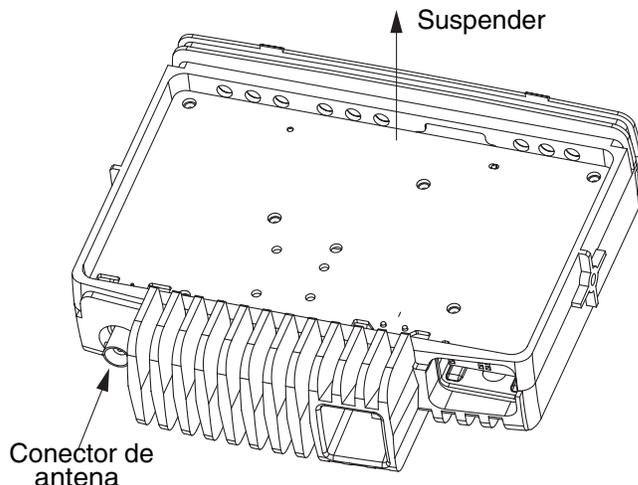

Figura 2-5 Remoção da placa do transceptor
3. Levante devagar a placa do transceptor na frente do rádio (onde se encaixa o cabeçote de controle) e puxe com cuidado na direção frontal do rádio, como mostra a Figura 2-5. Deslize o conector da antena e o conector de alimentação para fora do chassi, e puxe com cuidado para frente.